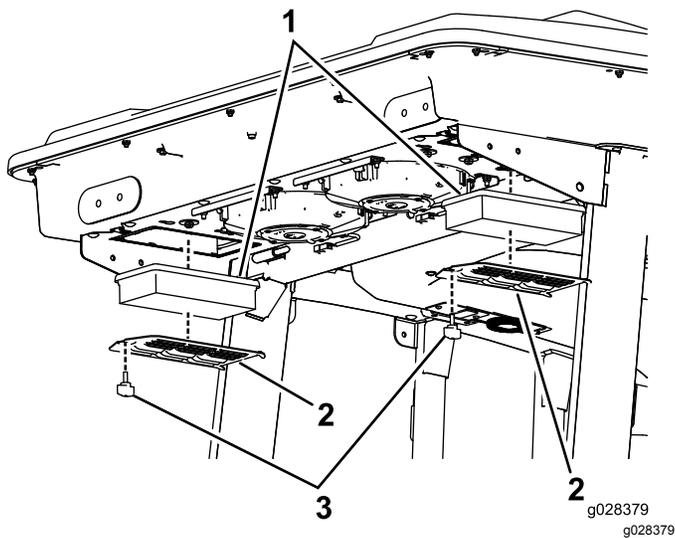
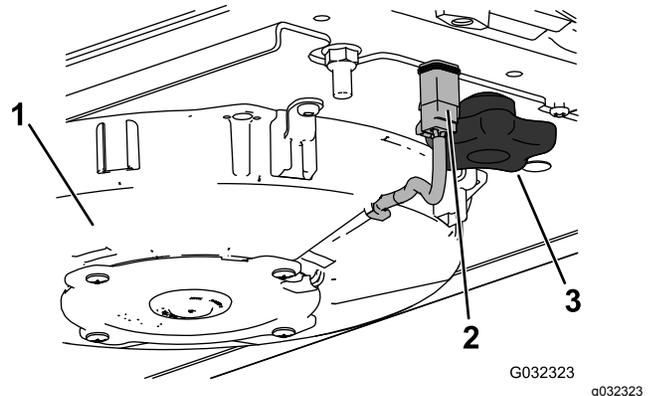
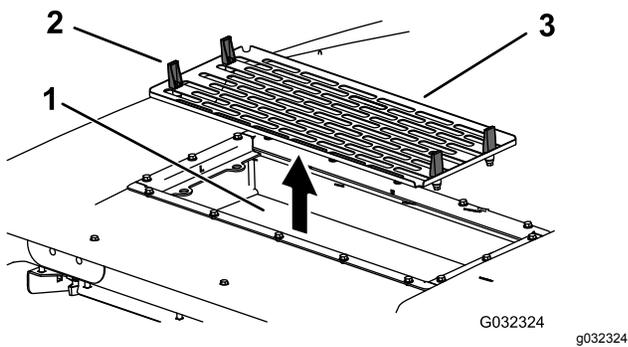

Bild 94
Bild 96
Bild 97
1. Nehmen Sie die Schrauben und Gitter von den internen und hinteren Kabinenluftfiltern ab (Bild 93 und Bild 94).
5. Entfernen Sie die Luftfilter (siehe Bild 94).
7. Bauen Sie Luftfilter, Gitter und Klimaanlage wieder ein (Bild 94, Bild 96 und Bild 97).
8. Schließen Sie das Kabel jedes Lüfters an (Bild 96).